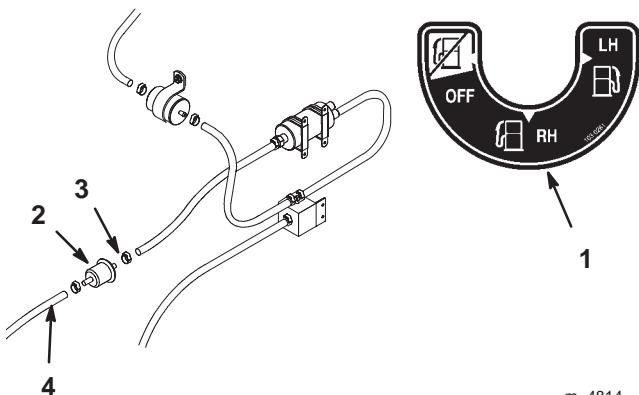

Figure 32
2. Fermez le robinet d'arrivée de carburant (Fig. 32).
3. Desserrez le collier de flexible au niveau du filtre à carburant basse pression et repoussez-le le long de la conduite d'alimentation pour l'éloigner du filtre (Fig. 32).
4. Débranchez la conduite d'alimentation du filtre basse pression (Fig. 32). Ouvrez le robinet d'arrivée de carburant et laissez l'essence s'écouler dans un bidon ou un bac de vidange.
5. Raccordez la conduite d'alimentation au filtre. Placez le collier de flexible près du filtre pour fixer la conduite d'alimentation (Fig. 32).